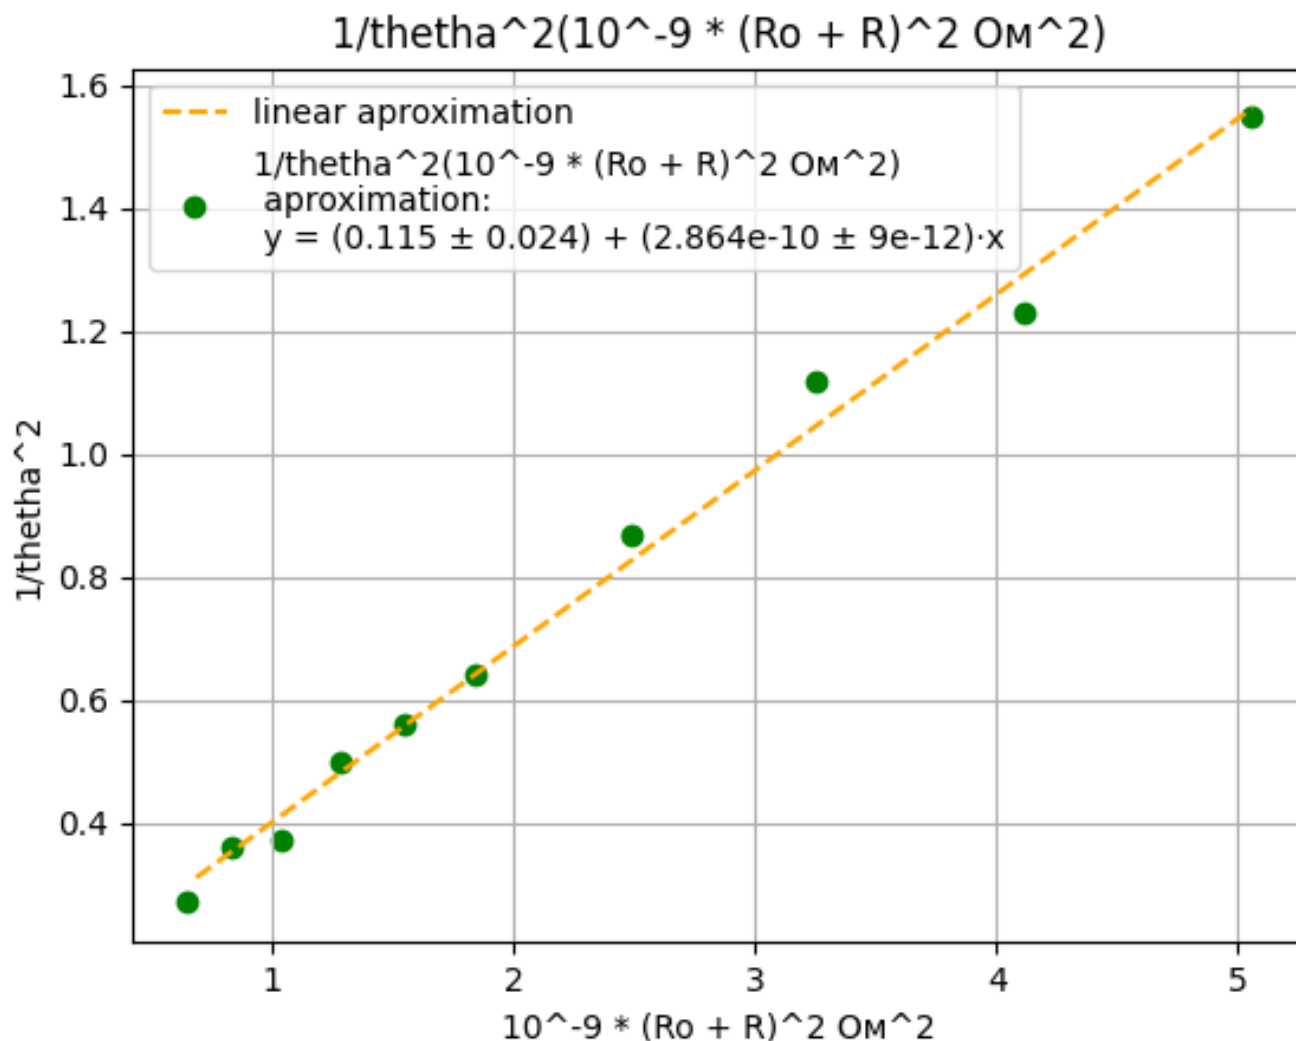

Рис. 4: Определение критического сопротивления гальванометра, статический режим
Построим график зависимости декремента затухания колебаний от сопротивления на магазине в координатах  $1/\Theta^2 = f[(R + R_0)^2]$  (рис. 4). Используя формулу (4) и метод наименьших квадратов, определим по нему критическое сопротивление гальванометра. Также используя метода наименьших квадратов, оценим погрешность определения этой величины (формулы см. в п. 5.1)